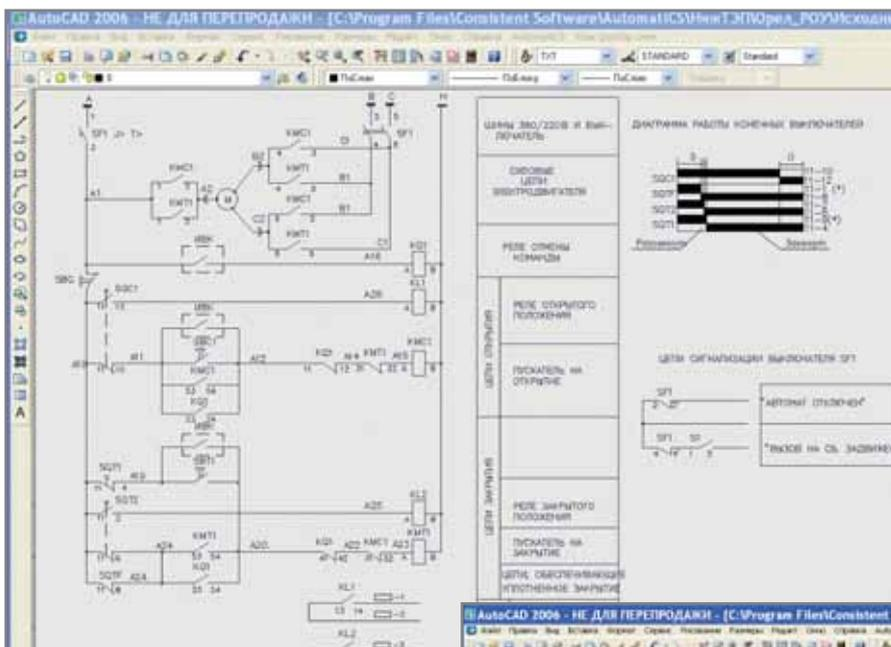

Рис. 3. Фрагмент схемы управления задвижкой
- схемы управления задвижкой (фрагмент показан на рис. 3);